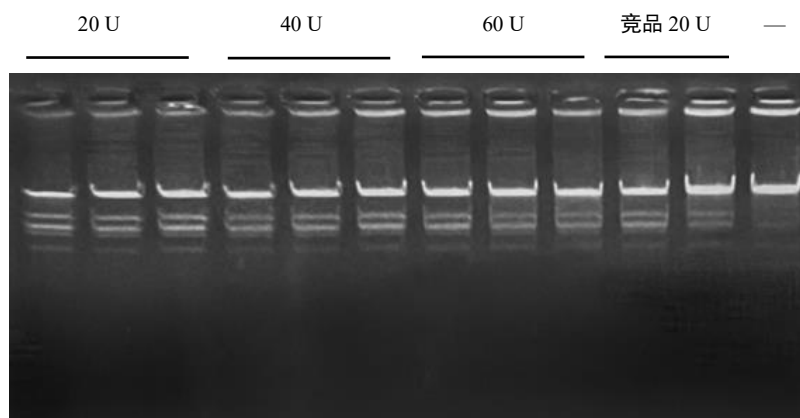

Fig. 1 不同添加量 EcoRI 酶切 λDNA 性能展示
1. 用常规型限制性内切酶 EcoRI 孵育切割 1 μg λDNA, 反应条件 37°C 60 min。结果表现良好, 切割条带特异性好, 且反应体系加 1 μl (20 U) 足以完成反应 (Fig. 1)。